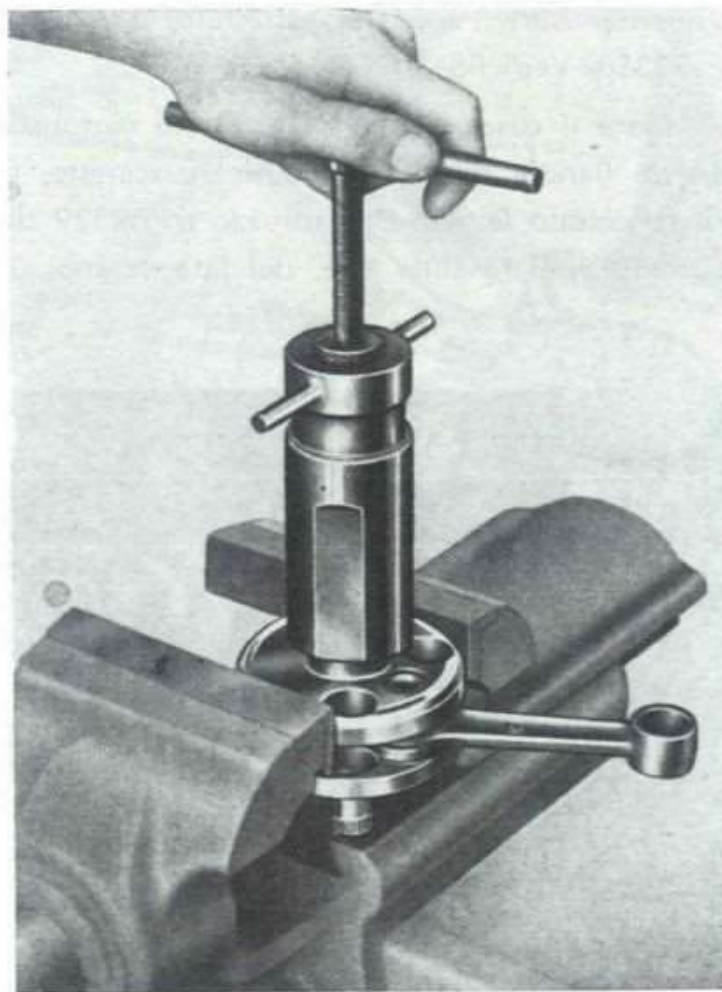

Fig. 23
- 37 Smontare la pista interna cuscinetto a rulli albero motore: usare l'apposito attrezzo n. 63703. Vedi fig. 23. Questa operazione può essere eseguita anche con l'albero montato, dopo aver smontato la flangia volano (dopo l'operazione 32). Si tenga presente che le due parti che compongono il cuscinetto a rulli **non** sono intercambiabili. In caso di avaria è quindi necessario sostituire il cuscinetto completo.